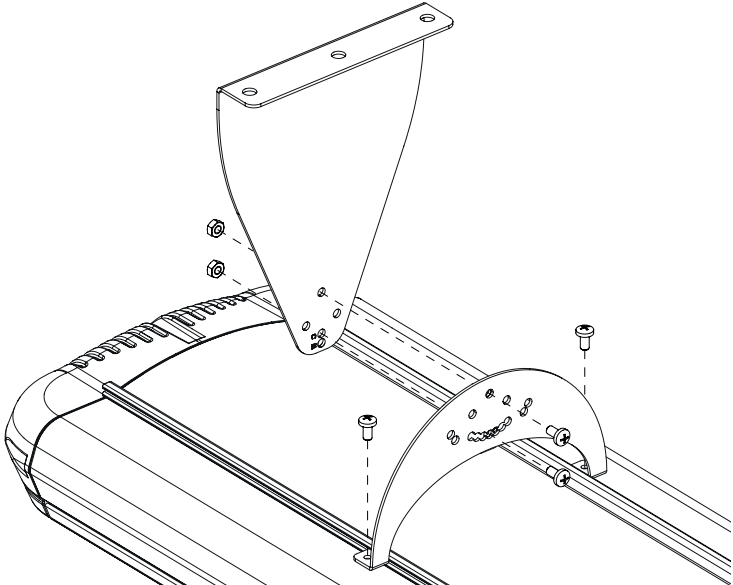

Fig.5
4. Alinee los orificios de los soportes y únalos utilizando los tornillos suministrados, ajustando la inclinación deseada. Fig.5.